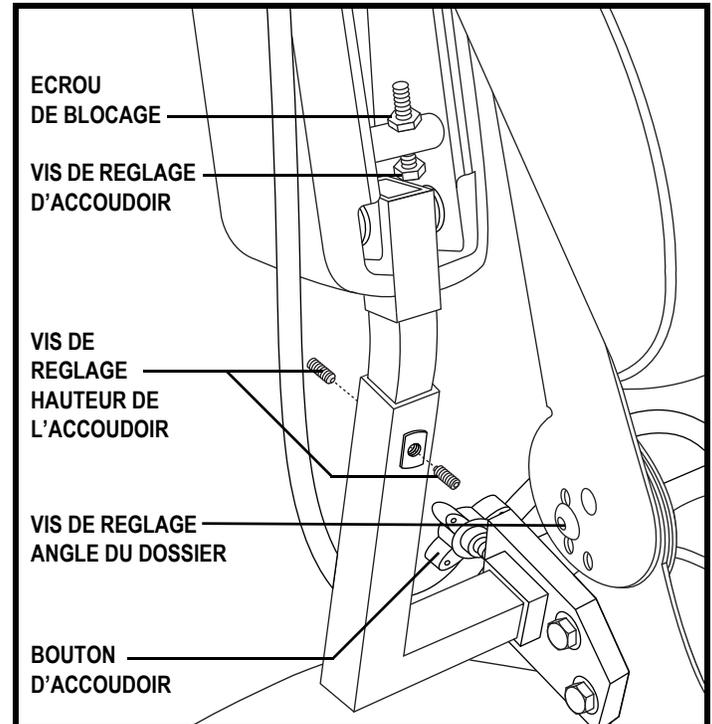

Figure 18. Réglages accoudoirs et dossier
1. Retirez la vis de réglage de l'inclinaison du dossier de chaque charnière. **Voir la figure 18.**
1. Repérez les deux boutons de réglage sur le support des accoudoirs. **Voir la figure 18.**
1. Relevez l'accoudoir perpendiculaire au plancher. **Voir la figure 18.**
1. Desserrez les vis de blocage sur les dos de chaque support d'accoudoir. **Voir la figure 18.**